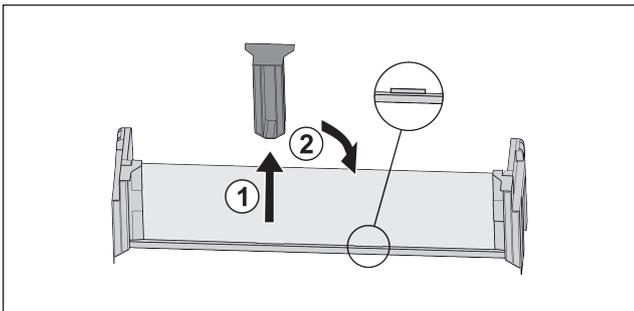

Fig. 111
► Mittleres Halteteil abziehen Fig. 111 (1).
► Mittleres Halteteil auf zweiter Position einsetzen Fig. 111 (2).